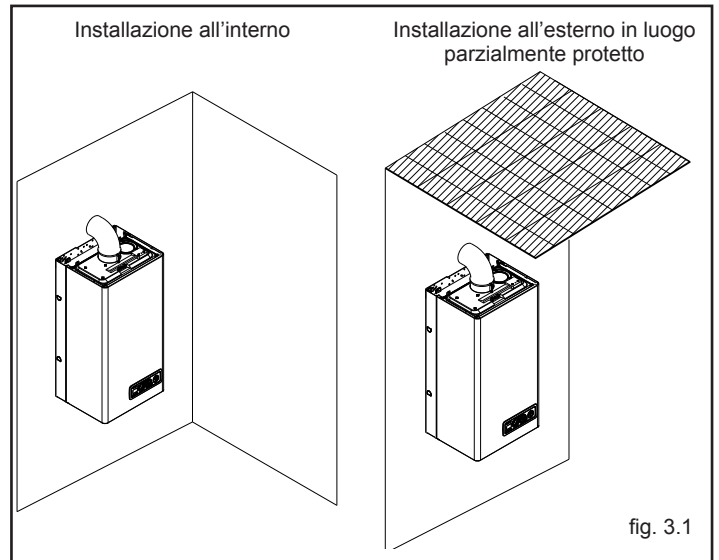

fig. 3.1
**STYLE 4HE** può essere installata all'interno o all'esterno in luogo parzialmente protetto (fig. 3.1), ossia in luogo in cui la caldaia non è esposta all'azione diretta e all'infiltrazione di pioggia, neve o grandine. La caldaia può funzionare in un campo di temperatura da 0°C a +60 °C. Per temperature inferiori far riferimento al paragrafo "Sistema antigelo".